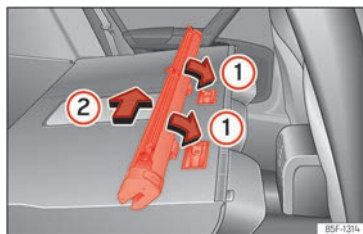

Abb. 192 Einbau des Trennnetzes an den Rücksitzlehnen.
- Setzen Sie das Gehäuse des Netzes in die Aussparungen der Halteschienen in Pfeilrichtung an >>> **[Abb. 192]** ①.
- Drücken Sie das Gehäuse zur linken Fahrzeugseite in Pfeilrichtung >>> **[Abb. 192]** ② und bis zum Anschlag.
- Ziehen Sie am Gehäuse des Netzes ca. 5 cm gegen die Pfeilrichtung >>> **[Abb. 192]** ②.
- Nehmen Sie das Gehäuse des Trennnetzes aus den Halteschienen, indem Sie entgegen der Pfeilrichtung ziehen >>> **[Abb. 192]** ①.